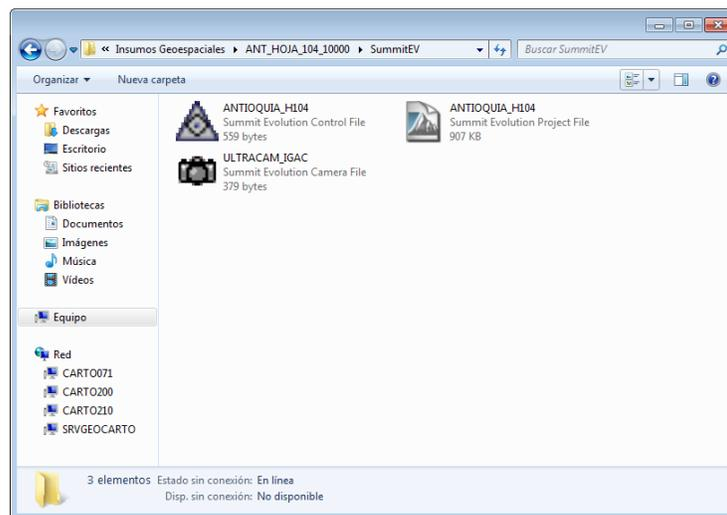

Figura 37. Carpeta con archivos de aerotriangulación del proyecto
5. Seleccione el botón “ModifyPaths” y redireccione Camera y Control a la carpeta de proyecto Summit que anteriormente copió en el disco local, en el menú herramientas ingrese a Edit/Projecten la ventana de DAT/EM Summit Evolution – Lite Edition.(Ver Figura 37).